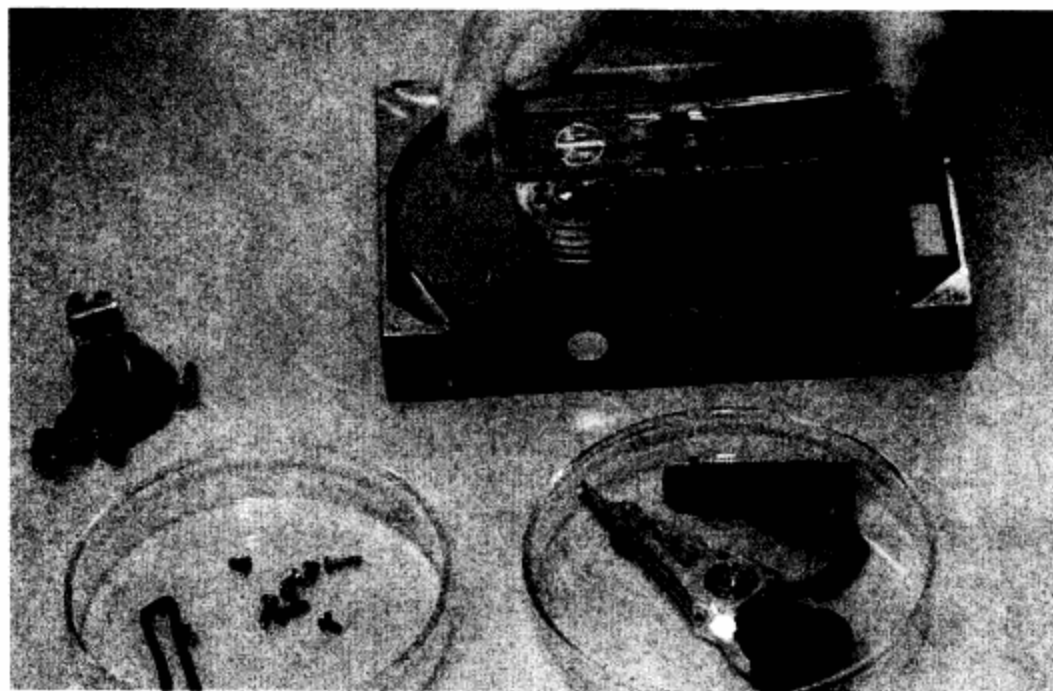

图7-15 拿出培养皿里的磁头
**步骤 09** 取下磁头以后，找出和坏磁头同一型号的磁头去更换，找来事先准备好的存放在培养皿里的备用磁头。如图7-15所示。